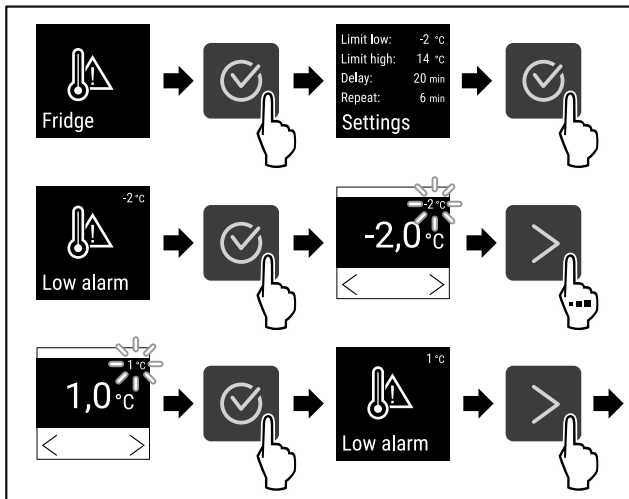

Fig. 113
- ▶ Провести етапи операцій (див. Fig. 113) .